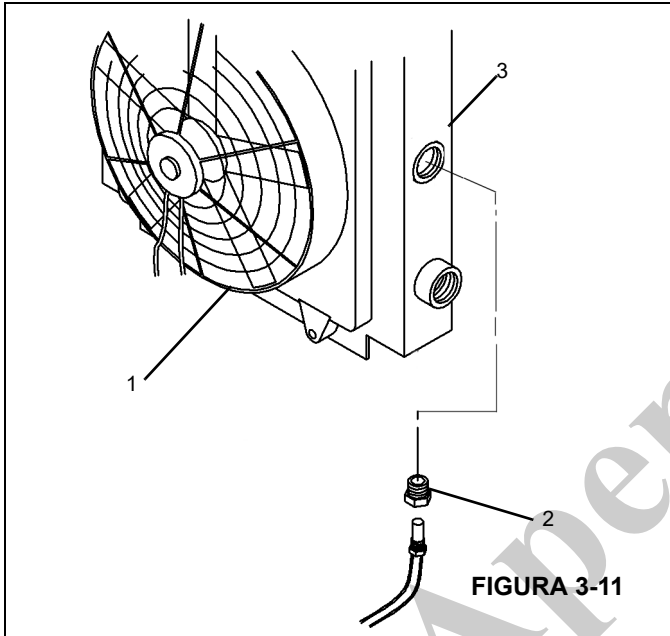

FIGURA 3-11
O resfriador de óleo hidráulico (3, Figura 3-11) é montado no apoio da lança. Um ventilador elétrico na carcaça do resfriador circula o ar pelo núcleo de resfriamento quando o óleo hidráulico atinge 120°F (49°C).
O sistema elétrico do resfriador é composto por ventilador elétrico (1, Figura 3-11), sensor de temperatura (2) e relé do ventilador.